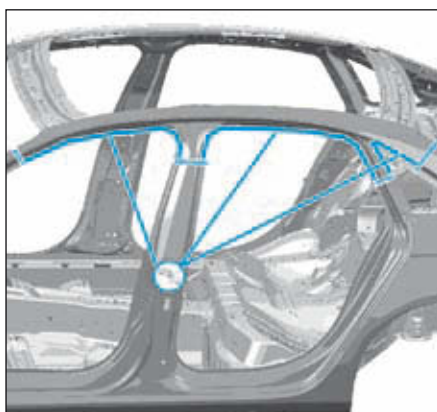

FIG.107
- Tracer puis couper la traverse latérale du pavillon (Fig.107).